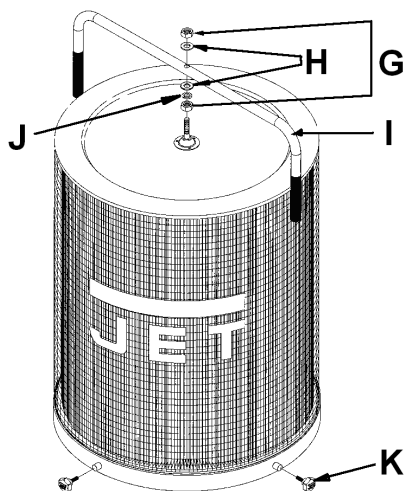

Fig 10
Fixer la poignée (I, Fig 10) avec 2 écrous (G), des rondelles (H) et une rondelle élastique bombée (J).
Pour nettoyer la cartouche (DC-1100CK), opérer quelques tours avec la poignée (I, Fig 10) afin que les poussières accumulées tombent dans le sac.